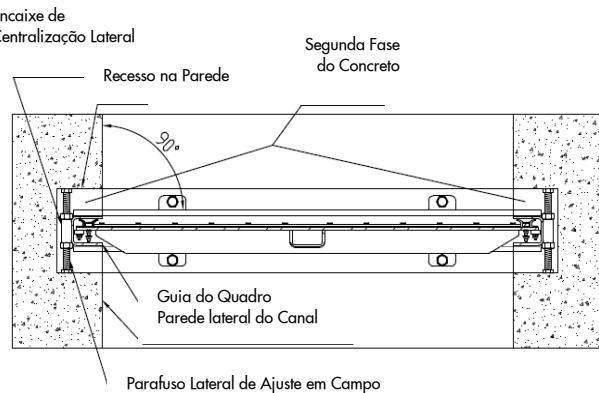

Figura 3
- Aline a comporta horizontalmente ajustando os parafusos de Centralização Lateral (ver Figura 3). Certifique-se de que o quadro esteja alinhado com a parede lateral do canal. Adicionalmente, certifique-se de que esteja perpendicular às paredes laterais do canal.